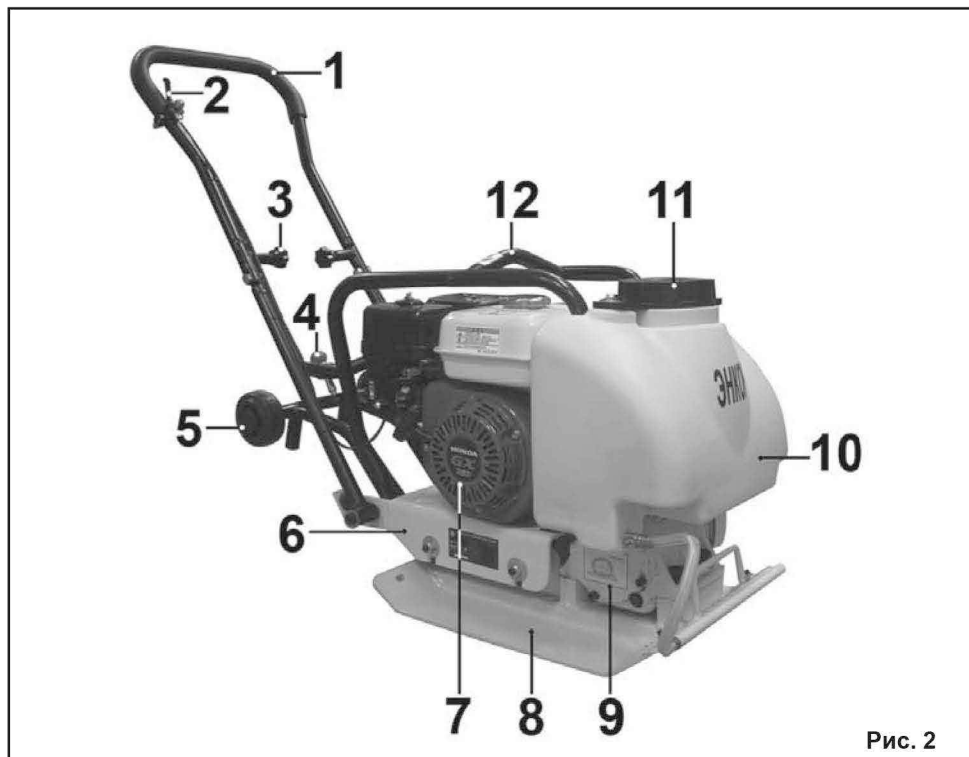

Рис. 2
5. УСТРОЙСТВО ВИБРОПЛИТЫ (Рис. 2)